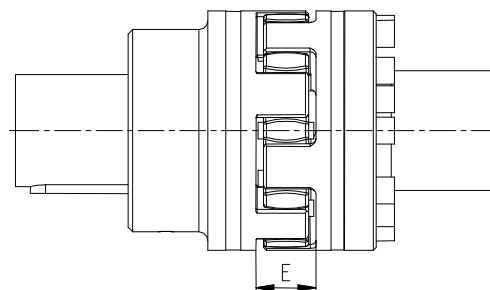

Bild 7: Kupplungseinbau
- Schieben Sie die zu kuppelnden Maschinen zusammen, bis das E-Maß erreicht ist (siehe Bild 7).